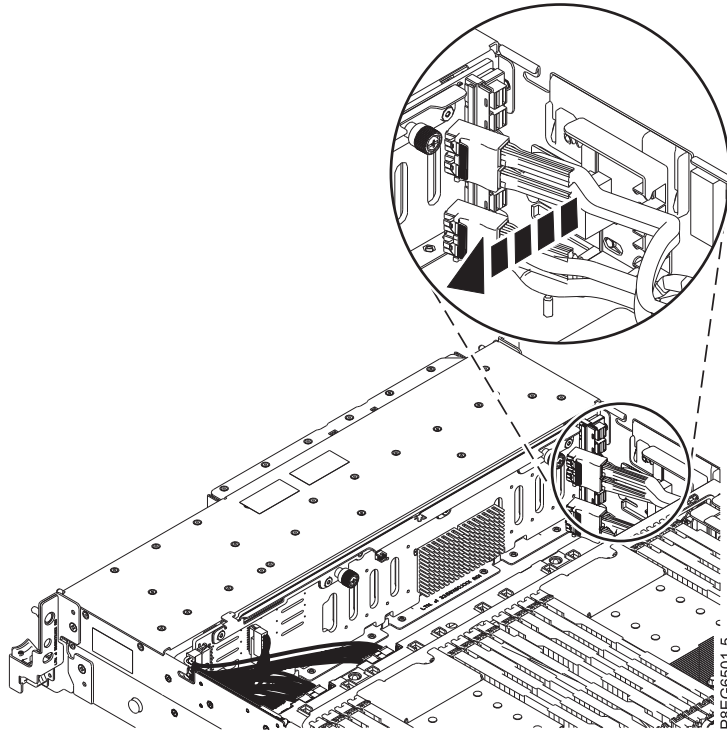

図 2. 前面 SAS ケーブルの取り外し
7. 5 ページの図 2 に示すように、システム・シャーシの側面にあるケーブル・ガイドから前面 SAS ケーブルを取り外します。